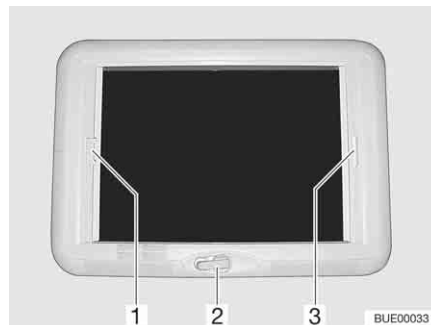

Fig. 108 Lanterneau à manivelle
*Ouvrir :* ■ Tourner la manivelle (Fig. 108,2) jusqu'à ressentir une résistance.
*Fermer :* ■ Tirer la poignée du dispositif occultant plissé (Fig. 108,3) et le relâcher lorsqu'il a atteint la position voulue. Le dispositif occultant plissé reste alors à cette position.
*Fermer :* ■ Tirer sur la poignée (Fig. 108,1) de la moustiquaire jusqu'à toucher la poignée du dispositif occultant plissé (Fig. 108,3) située vis-à-vis et la faire s'enclencher.
*Ouvrir :* ■ Appuyer sur la poignée de la moustiquaire (Fig. 108,1) vers l'arrière et le haut et décrocher la moustiquaire du dispositif occultant plissé (Fig. 108,3).